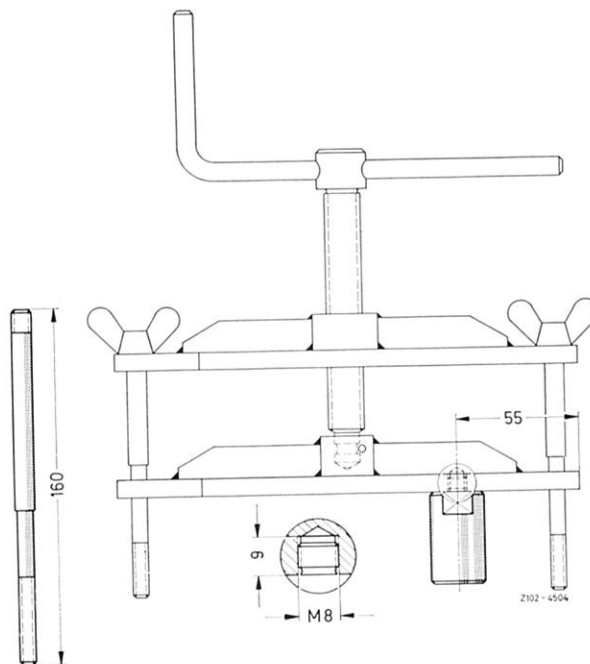

Bild 27–11/23
setzen und restliche 4 Halteschrauben (12) ent-fernen (Bild 27–11/24).